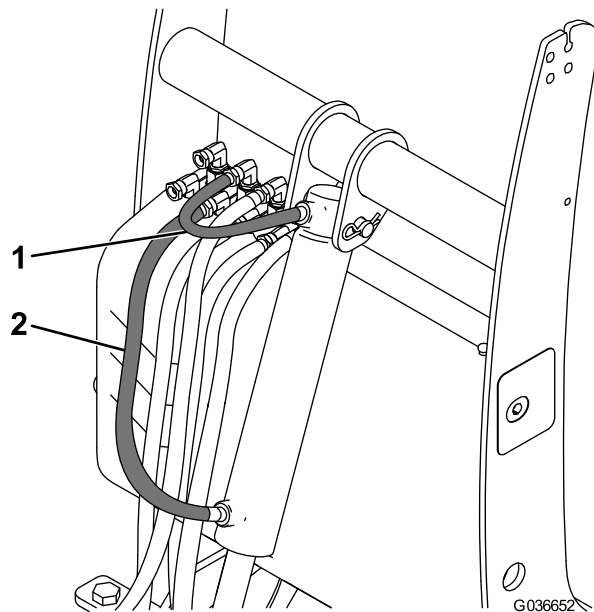

Bild 9
8. Schließen Sie den 45 cm langen Schlauch am L-Anschluss des Hydraulikverteilers und das untere Anschlussstück am Hubzylinder an (**Bild 9**). Drehen Sie das Anschlussstück, bis es handfest angezogen ist, und drehen es dann um eine weitere Viertel- bis halbe Umdrehung.
10. Schließen Sie den 39 cm langen Schlauch am Aux-Anschluss des Hydraulikverteilers an (**Bild 9**). Drehen Sie das Anschlussstück, bis es handfest